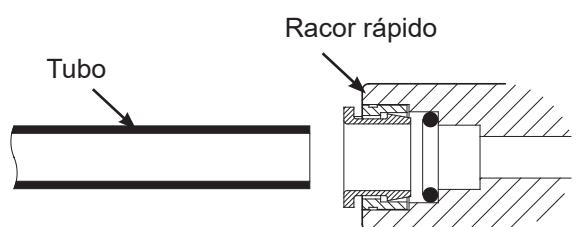

FIG. 15
1. Utilizar un cíter o un cuchillo bien afilado para cortar el extremo del tubo. Cortar siempre en ángulo recto. Cf Fig. 15.
- Cortar el tubo en ángulo recto. Cf Fig. 15.
- Cortar el extremo en ángulo recto y a la longitud correcta. Cf Fig. 15.
- Conectar el tubo azul en ángulo recto. Cf Fig. 15.
- Cortar el tubo en ángulo recto y a la longitud adecuada. Cf Fig. 15.